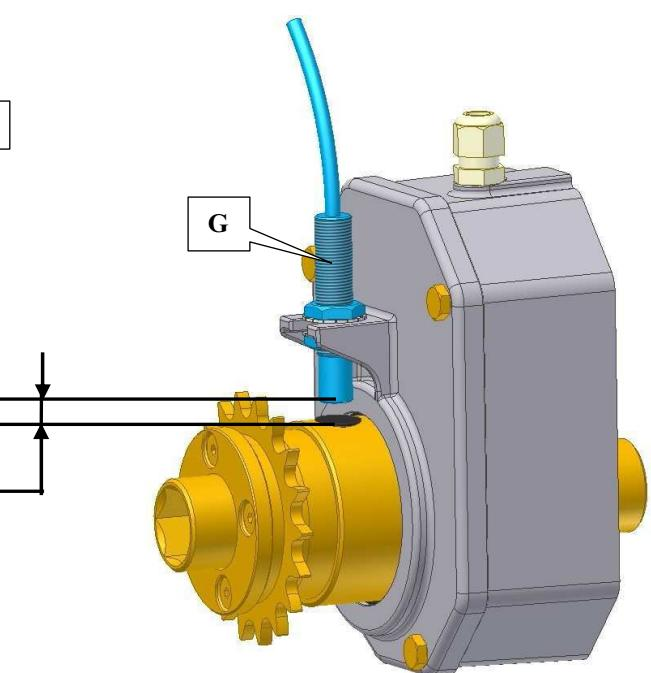

Fig. 5
-Monter le capteur G (fig. 5). Contrôler qu'il se trouve bien à 5mm (+/- 2mm) de l'aimant (voir fig. 5)
-Assemble the sensor G (fig. 5). Check that it is positioned at 5mm (+/- 2mm) from the magnet (see fig. 5).
- Montieren Sie den Sensor G (Fig.5). Prüfen Sie, dass er sich gut an 5mm (+/- 2mm) des Magneten befindet (siehe Fig.5).